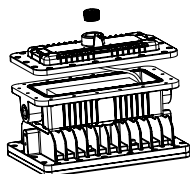

Fig. 15
2. Pass the wire in the threaded pipe through the hole and connect it to the wire of the terminal accordingly (Figure 15).
2. Faites passer le fil du tuyau fileté à travers le trou et connectez-le au fil du terminal en conséquence (figure 15).